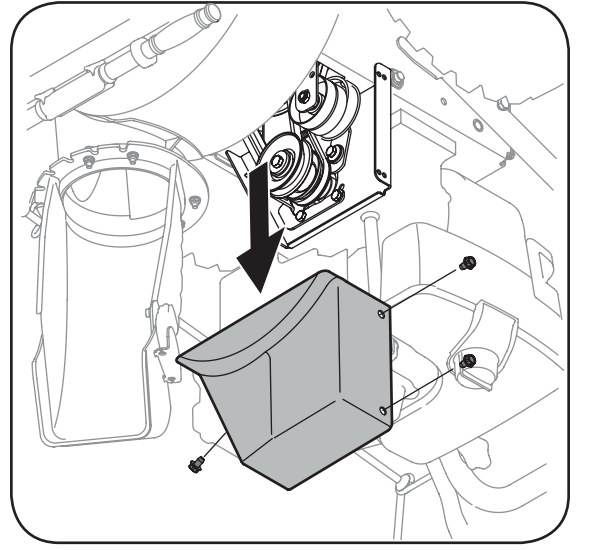

Figure 23
- Enlevez la couvre-courroie en plastique sur le devant du moteur en retirant les trois vis autotaraudeuses et les trois rondelles plates. Voir la Figure 23.